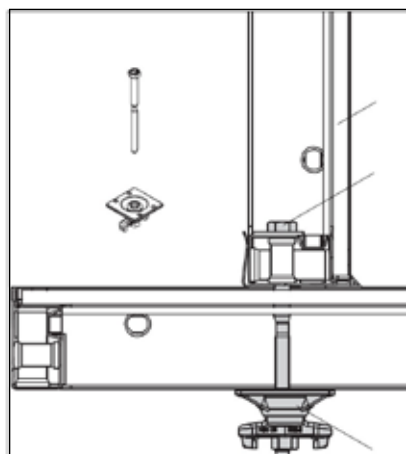

Рис. 67
3. Вставить колонный болт (2.1) через панель и затянуть с наружной стороны с помощью шарнирной гайки-шайбы (2.2) (Рис. 67)